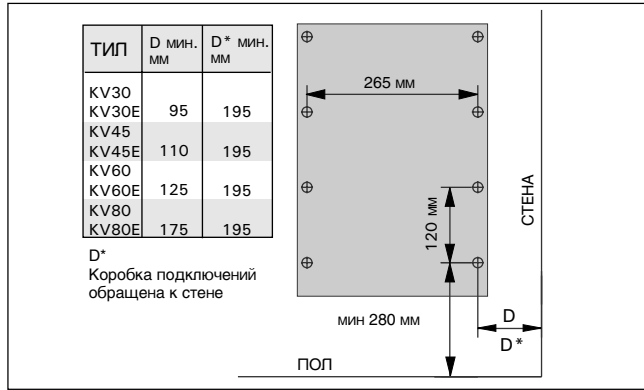
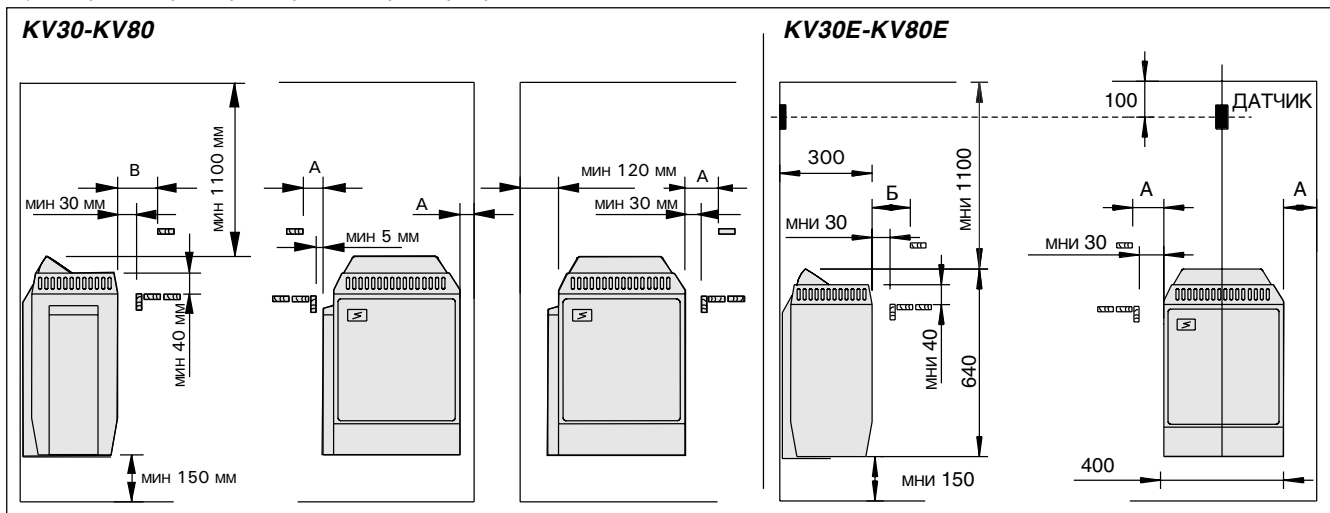

Рисунок 6. Установка крепёжной рамы
Рисунок 5. Расстояния безопасности (См. Таблица 1.)
- При расположении каменки выполняются условия минимальных расстояний, изображенных на рис. 5 и указанных в таблице 1.
1. С помощью прилагаемых шурупов прикрепите к стене монтажную раму, соблюдая минимальные расстояния, указанные в таблице 1 и на рис. 5. Установка рамы изображена на рис. 6.
Пульт управления устанавливается в сухом месте на высоте около 170 см. К пультам приложены более детальные инструкции по его креплению к стене. Датчик температуры устанавливается на стене сауны над каменкой на средней линии ширины каменки на расстоянии 100 мм от потолка. См. рис. 5.